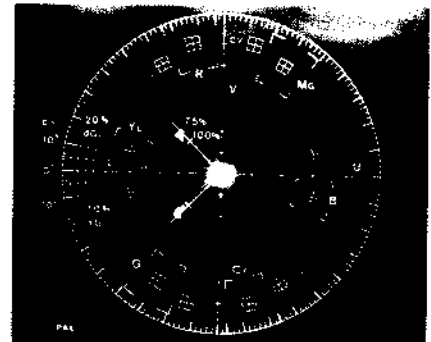

Abb. 4.18 Einstellung des Rot/Blau-Signalgewinns
3. Den RED GAIN Regler (RM1102-1) und den BLUE GAIN Regler (RM1102-2) so abgleichen, daß der helle Abschnitt des Vektors in der Mitte des Vektorskop-Bildschirmes angeordnet ist (siehe Abb. 4.18).